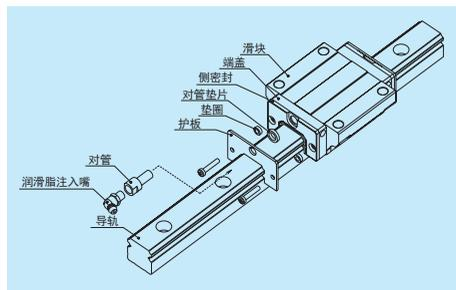

图 15 护板
**(4) 护板**
- 对标准成品追加安装护板时，请利用如表 15 所示的护板装置。(图 15)
- 护板安装后，将润滑脂注入嘴装入端盖时，需要如图 15 所示的接口垫片。